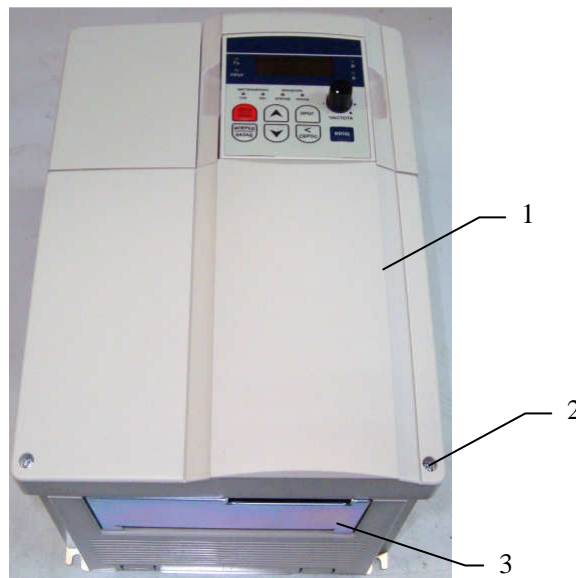

Рисунок 6.2
6.2.1 Выкрутить два винта 2, снять крышку 1 (рисунок 6.2). Положить крышку и винты в тару.
6.2.2 Выкрутить два винта и снять защитную панель 3 (рисунок 6.2). Положить панель и винты в тару.